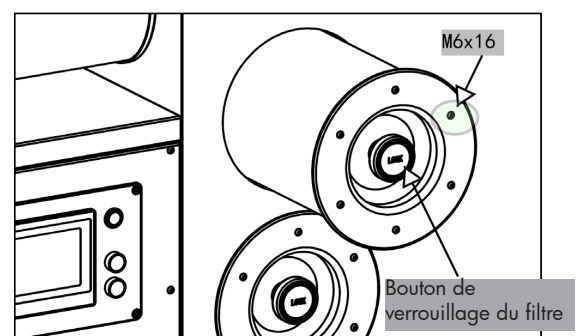

Figure 15
6.3 Nettoyage et remplacement des filtres (figure 15)
2. Comme indiqué sur la figure 15, tournez le bouton de verrouillage et retirez le filtre. Utilisez de l'air comprimé pour nettoyer la poussière sur l'extérieur du filtre.
1. Comme indiqué sur la figure 15, tournez le bouton de verrouillage du filtre et retirez-le.
3. Comme indiqué sur la figure 15, montez le nouveau filtre, revissez les 6 vis M6x16 et tournez et verrouillez fermement le bouton.